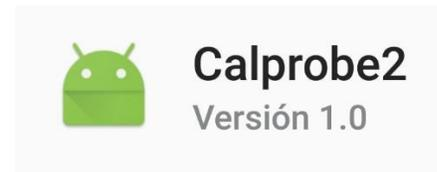

Figura 3. Icono del aplicativo *Calprobe2*
3. Active el *GPS* del teléfono, así mismo el *bluetooth* y abra la aplicación *Calprobe2*. El icono de la aplicación se muestra en la Figura 3.